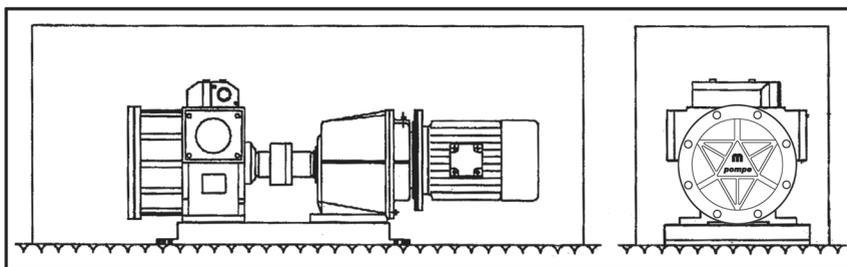

Figure 2
- Laisser un espace suffisant autour de la pompe, ce qui facilite toute opération éventuelle d'entretien, de contrôle et de changement d'huile dans le réducteur ou le variateur (voir la Fig. 2).